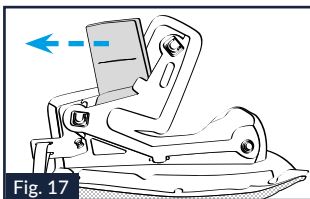

Fig. 17
13.4. Vom Polstergewebe der Wangenpolsterung vorsichtig die Schaumstoff-Innenpolsterung abziehen (Abb. 17).
13.5. Das obere Teil der vorgestanzten Innenpolsterung (Abb. 17) abnehmen, dann den restlichen Teil der Polsterung wieder in die Wangenpolsterung positionieren.
14.4. In das Innere vom Polstergewebe der Wangenpolsterung vorsichtig die zuvor entfernte Polsterung einfügen (Abb. 17).